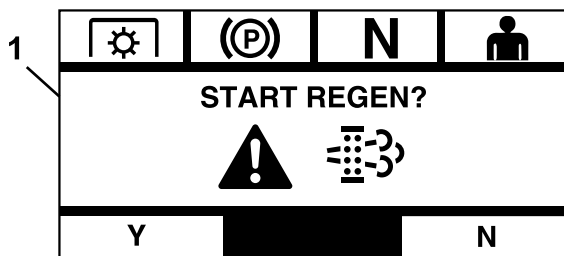

Figura 13
- Se selezionate Y (Sì), il modulo vi invita ad avviare il processo di rigenerazione (Figura 13).